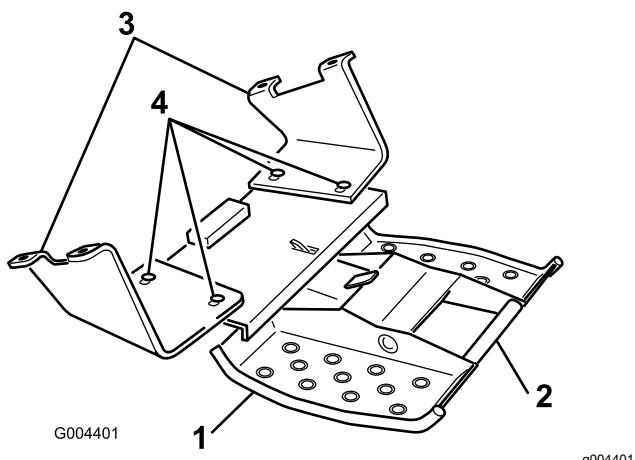

**Bild 3**
2. Tauschen Sie nacheinander die vier Schrauben und Muttern, mit denen die Seiten der unteren hinteren Abdeckung am Rahmen befestigt sind, durch vier neue Schrauben (1/2" x 1 1/2") aus, wie in Bild 3 abgebildet.